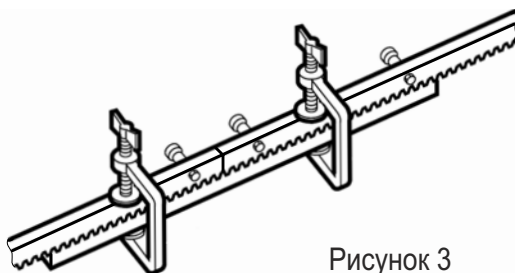

Рисунок 3
- Повторите приведенный выше метод для завершения установки реек и обязательно перемещайте ворота вручную, вперед и назад при каждой установке другого элемента рейки. Выставите расстояние между рейками с помощью другой рейки (см. рисунок 3)